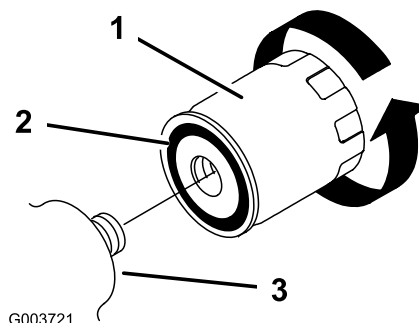

Figura 36
5. Retire el filtro usado (Figura 36) y limpie la superficie del adaptador del filtro.
6. Aplique una capa fina de fluido hidráulico a la junta de goma del filtro nuevo (Figura 36).
7. Instale el filtro hidráulico nuevo en el adaptador del filtro (Figura 36). Apriete el filtro en el sentido de las agujas del reloj hasta que la junta de goma entre en contacto con el adaptador del filtro, luego apriete el filtro media vuelta más.